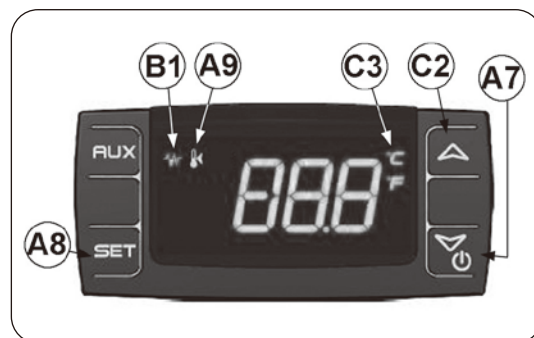

図 12
スイッチボタン (図 12 の A7) を 3 秒以上押し続けると運転を開始し、水温が表示されます。設定温度を確認するには、SET ボタン (図 12 の A8) を押します。水温表示に戻るには再び SET ボタン (図 12 の A8) を押します。もしくは 5 秒間待つと自動的に水温表示に戻ります。
22) 運転を停止させるには、スイッチボタン (図 12 の A7) を 3 秒以上長押しします。ディスプレイに「OFF」と表示されます。
❄ 点灯：冷却機能が作動中 (図 12 の B1)
🔥 点灯：加温機能が作動中 (図 12 の A9)
❄ 点滅：冷却機能がスタンバイ (図 12 の B1)
🔥 点滅：加温機能がスタンバイ (図 12 の A9)
各ボタンの位置については図 12 を参照してください。